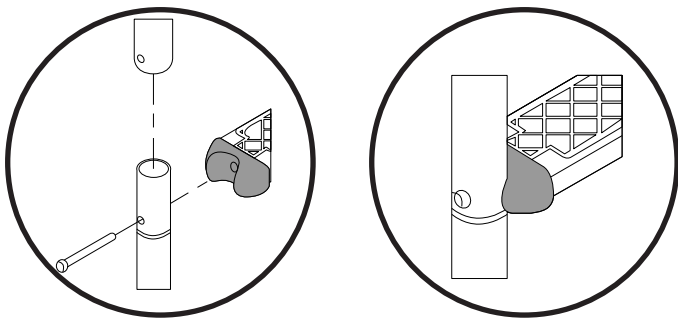

Fig. 20/Abb. 20/Afb. 20
FR A.- Assembler les rampes supérieure (1) et inférieure (10) en les introduisant l'une dans l'autre et les fixer aux marches (9) et celles-ci à l'aide des vis (11), des écrous (8) et des rondelles (7) correspondantes. (Fig.20)
B.- Monter les butées (12) de la rampe, pour éviter que l'escalier puisse abîmer la piscine.